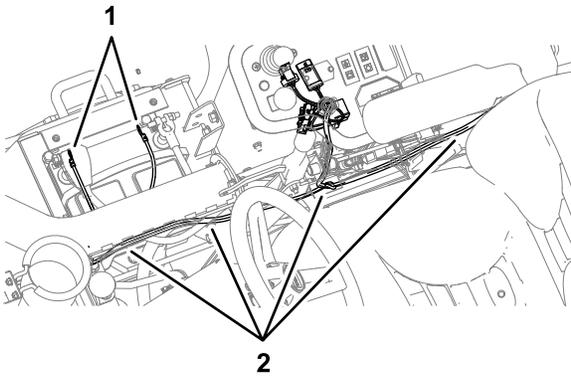

Figura 11
3. Enrute el arnés de cables a lo largo de la parte inferior de la consola de control y hacia atrás, hasta la barra antivuelco (Figura 11).